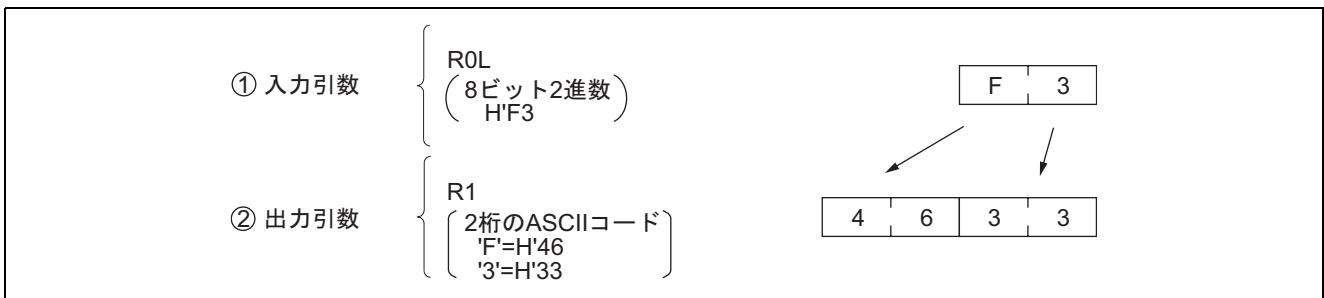

図 8-1 ソフトウェア COBYTE の実行例
(2) 図8-1にソフトウェアCOBYTEの実行例を示します。入力引数を のように設定すると, に示すように, 8ビット2進数をASCIIコードに変換したデータが設定されます。